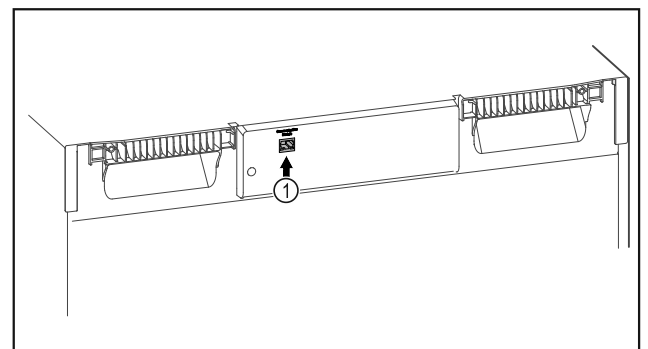

Fig. 110
- ❑ SmartModule Fig. 110 (1) установлен.